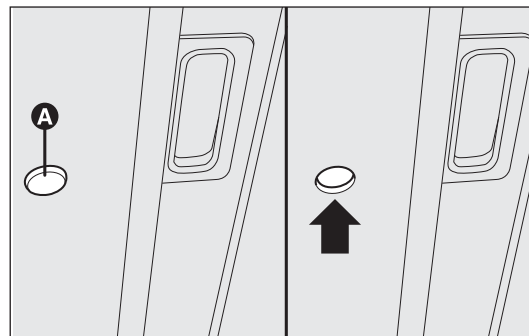

fig. 66
- ☐ introduire cette clé dans le logement A-fig. 66 et tourner :